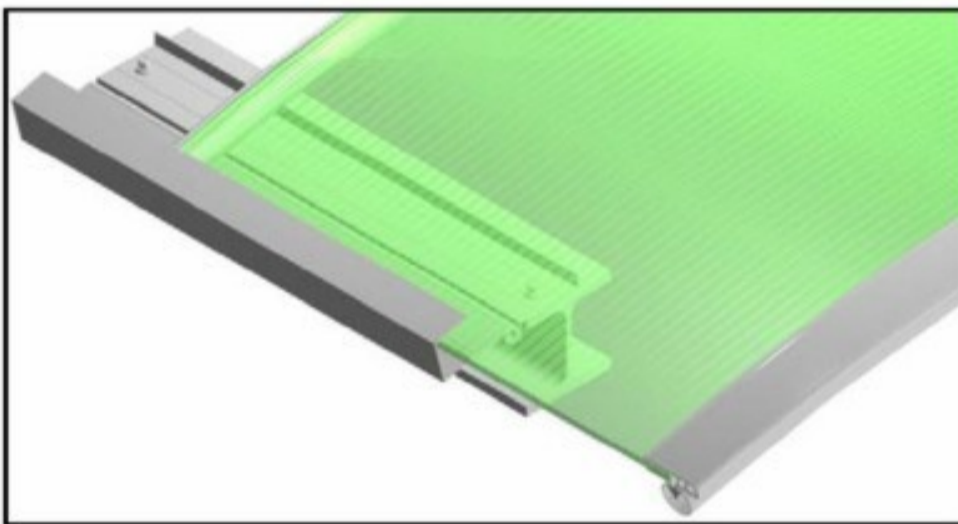
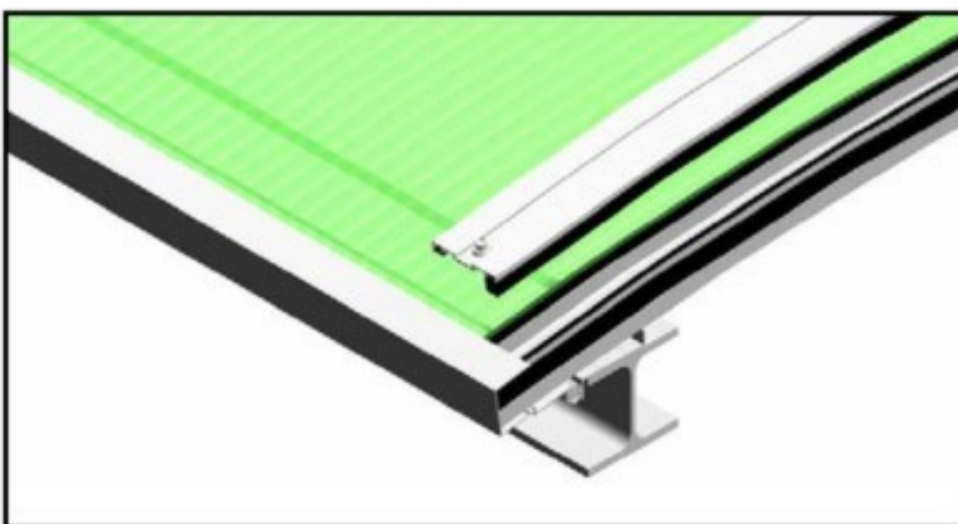

Fig. 8a
Fig. 8c
8) Colocar la placa y los montantes (Figs. 8a y 8b) o en su caso los perfiles M10 ó M11 (Figs. 8c y 8d) dentro del perfil lateral.